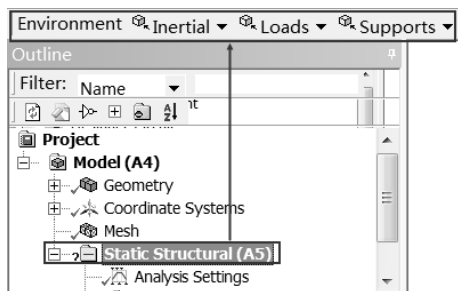

图 5-19 Environment 工具栏
Step1：选择 Mechanical 界面左侧 Outline（分析树）中的 Static Structural（A5）选项，此时会出现如图 5-19 所示的 Environment 工具栏。